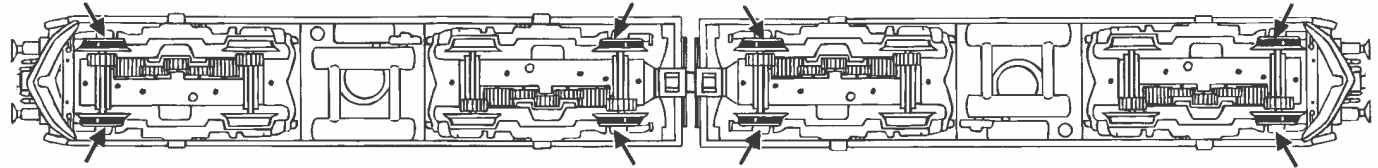

Fig. 8
1. Reinigung der Radstromkontakte: Radstromkontakte können auf unsauberen Schienen leicht verschmutzen. Entfernen Sie **vorsichtig** mit einem kleinen Pinsel **den Schmutz** an den in Fig. 8 gekennzeichneten Stellen.
1. Cleaning of wheel contacts: Wheel contacts easily get dirty on tracks which are not entirely clean. Use a small brush to **remove dirt** from spots marked in fig. 8.
1. Nettoyage des lames de courant aux roues: Les lames de contacts risquent de s'encrasser rapidement sur des voies poussiéreuses. Veuillez **enlever la poussière** aux endroits marqués à la fig. 8 à l'aide d'un petit pinceau souple.